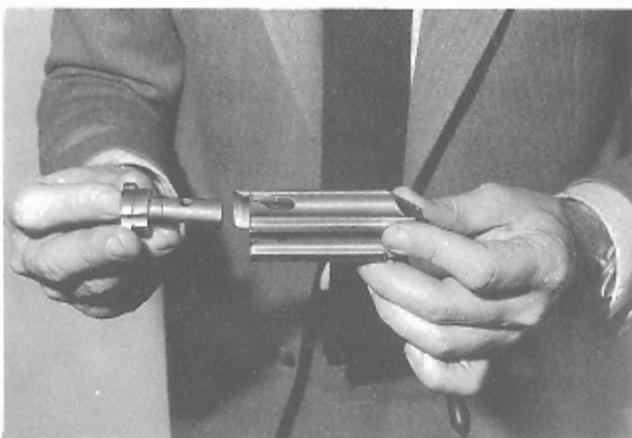

Fig. 32
- 11) Sfilare la testa di chiusura dell'otturatore (fig. 32).
- 11) Pull the locking head off the bolt (fig. 32).
- 11) Extraire la tête de fermeture de l'obturateur (fig. 32).